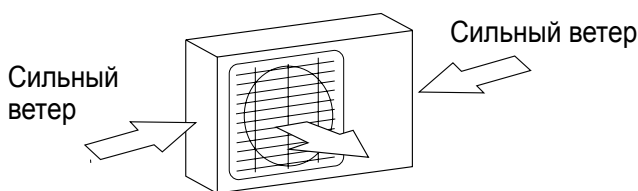

Рис. 5.1
- ☑ По возможности, располагайте блок подальше от соседей, чтобы шум от работы их не беспокоил. Если в месте установки бывают сильные ветры (например, на морском побережье), устанавливайте устройство на стене с подветренной стороны. При необходимости можно использовать навес (см. рис. 5.1 и 5.2).